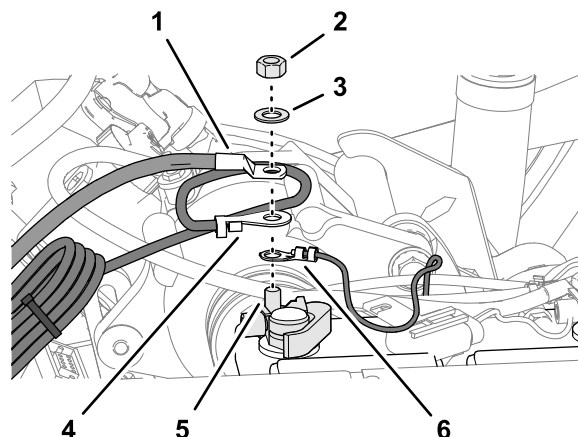

Рисунок 237
5. Установите клеммы провода и кабеля на резьбовой штырь отрицательного вывода аккумулятора (Рисунок 237) в следующем порядке: